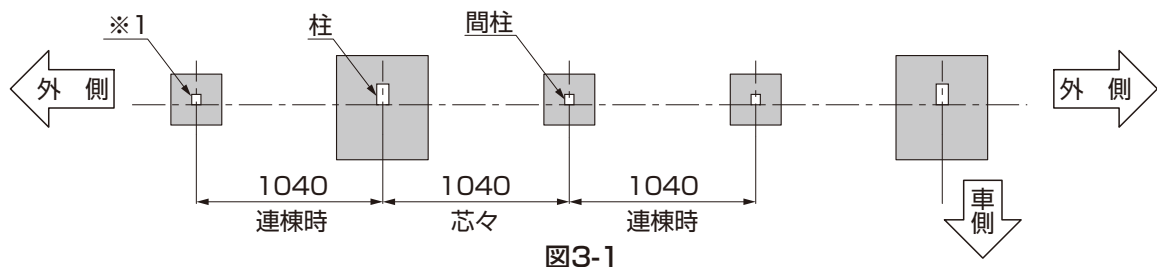

図3-1
① 間柱の埋込み位置を出し、基礎を施工してください。基礎位置は図3-1を参考に決めてください。